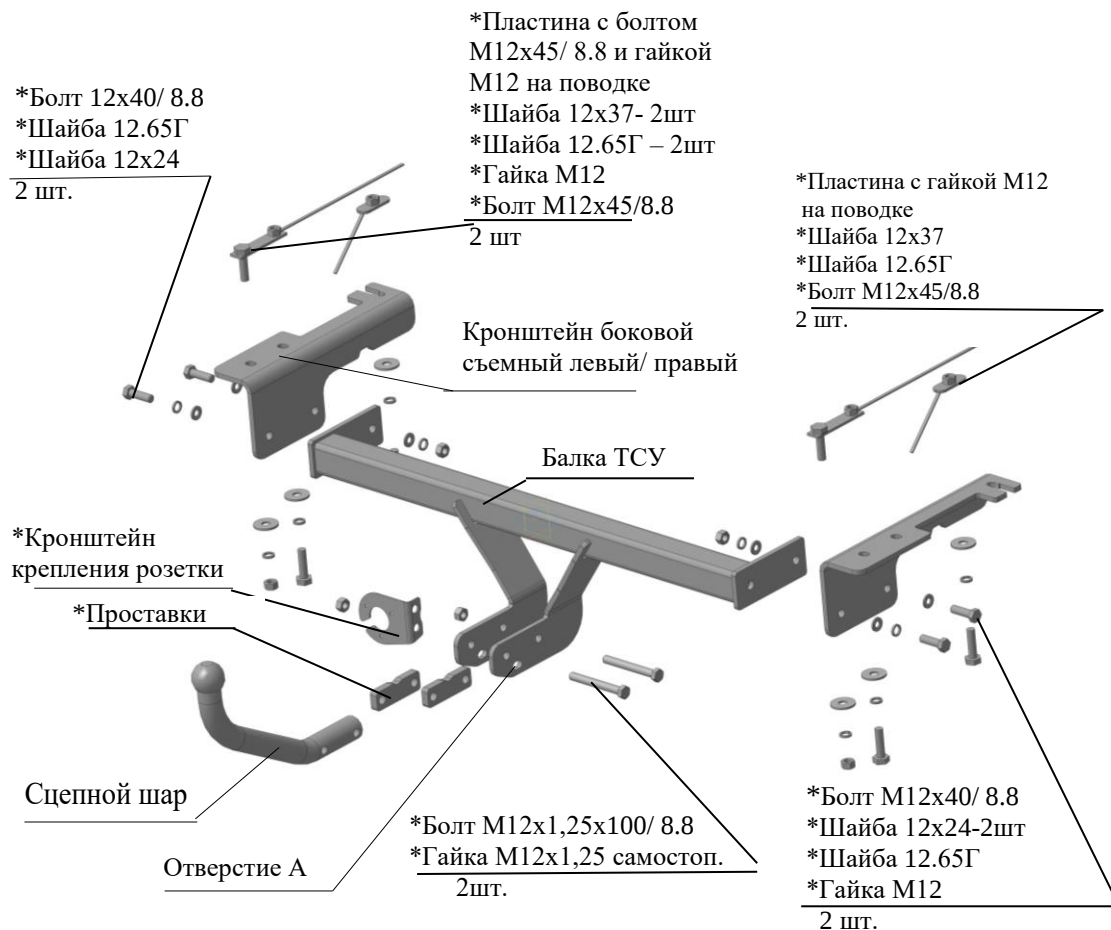

Рис.1 Тягово-цепное устройство ТСУ 8025.
2.1 ТСУ 8025 в сборе (рис.1)	1 шт.
2.2 Пакет с комплектующими (см. рис.1)	1 шт.
4.1 Вставить закладные детали в лонжероны через отверстия Ø25. Закрепить боковые съемные кронштейны ТСУ (левый и правый соответственно рис.1) к нижним полкам лонжеронов а/м болтами М12х45 и
гайками М12 на поводке и без поводка и крепежом соответственно рис.1. Крепеж не затягивать.
4.2 Установить балку ТСУ, закрепив ее к боковым съемным кронштейнам болтами М12х40 и крепежом соответственно рис.1. Крепеж не затягивать.